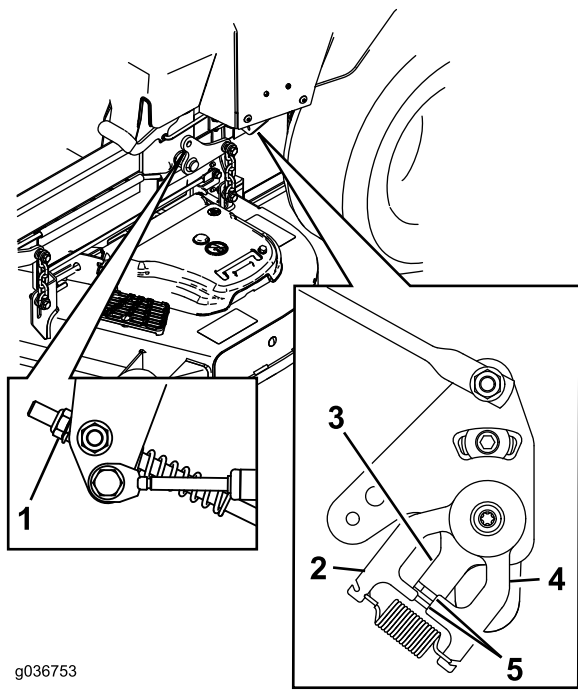

Figure 72
11. Réglez la longueur des tiges de pompes en tournant l'écrou dans le sens voulu jusqu'à ce que les roues tournent légèrement en marche arrière (Figure 71 et Figure 72).